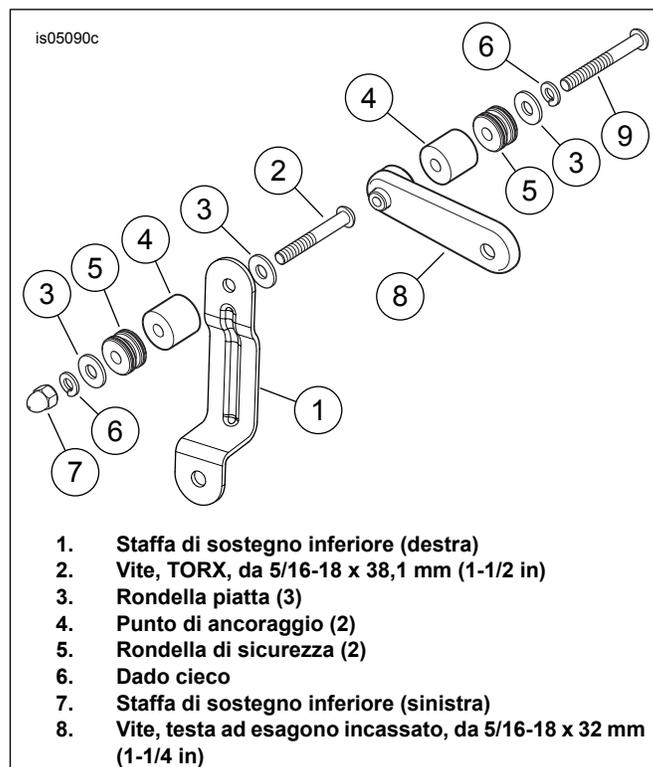
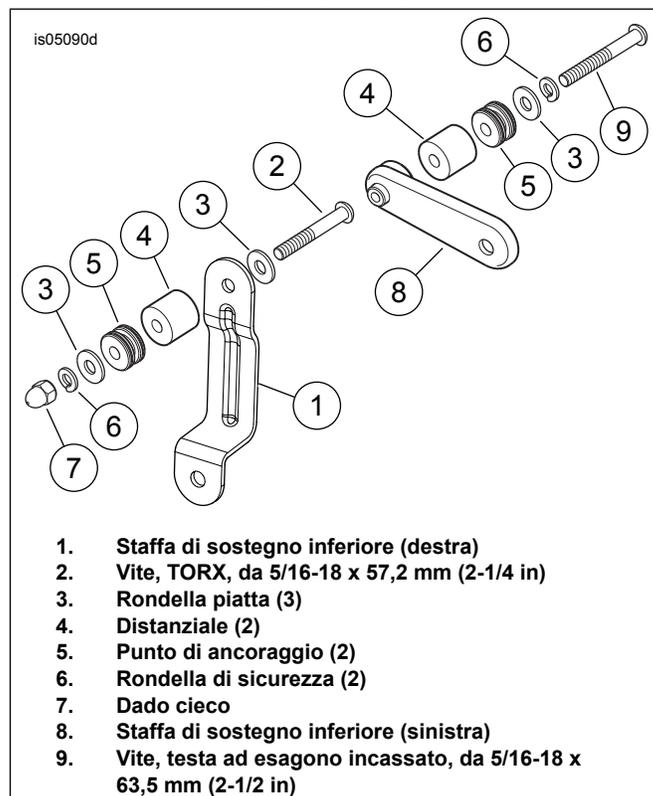

Figura 2. Gruppo staffa inferiore di sostegno (solo borse portapacchi)
Figura 3. Gruppo staffa di sostegno inferiore (rimovibili multipli)
1. Vedere Figura 2. Procurarsi dal kit dei punti di ancoraggio una rondella piatta (3) e una vite TORX® da 5/16-18 x 38,1 mm (1 1/2 in) di lunghezza (2). Installare la rondella sulla filettatura della vite, e inserire la vite attraverso il foro superiore nella staffa di sostegno inferiore di destra (1), come indicato.
2. Installare un punto di ancoraggio (4), quindi una seconda rondella piatta e una rondella di sicurezza (5) sulla filettatura della vite.
4. Installare un dado cieco (6) sulla filettatura e serrarlo ad una coppia di 16,3–24,4 N·m (12–18 ft-lbs).
1. Vedere Figura 2. Procurarsi dal kit dei punti di ancoraggio una vite con testa ad esagono incassato da 5/16-18 x 32 mm (1 1/4 in) di lunghezza (8). Installare una rondella di sicurezza (5), quindi una rondella piatta (3) e un punto di ancoraggio (4) sulla filettatura della vite.
3. Installare la vite nel foro filettato della staffa di sostegno inferiore sinistra (7) e serrare ad una coppia di 16,3–24,4 N·m (12–18 ft-lbs).
1. Vedere Figura 3. Selezionare la staffa inferiore di sostegno per il proprio modello. Orientare la staffa come illustrato nella Figura 2. Procurarsi dal kit dei punti di ancoraggio una rondella piatta (3) e una vite TORX da 5/16-18 x 57,2 mm (2 1/4 in) di lunghezza (2). Installare la rondella sulla filettatura della vite e inserire la vite attraverso il foro superiore (più piccolo) nella staffa di sostegno inferiore di destra (1), come illustrato.
2. Installare quindi un distanziale spesso (4), poi un punto di ancoraggio (5), una seconda rondella piatta e una rondella di sicurezza (6) sulla filettatura della vite.
4. Installare il dado cieco (7) sulla filettatura e serrarlo ad una coppia di 16,3–24,4 N·m (12–18 ft-lbs).
1. Vedere Figura 3. Procurarsi dal kit dei punti di ancoraggio una vite ad esagono incassato da 5/16-18 x 63,5 mm (2 1/2 in) di lunghezza (9). Installare prima una rondella di sicurezza (6), quindi una rondella piatta (3), un punto di ancoraggio (5) e un distanziale spesso (4) sulla filettatura della vite.
3. Installare la vite nel foro filettato della staffa di sostegno inferiore di sinistra (8) e serrare ad una coppia di 16,3–24,4 N·m (12–18 ft-lbs).